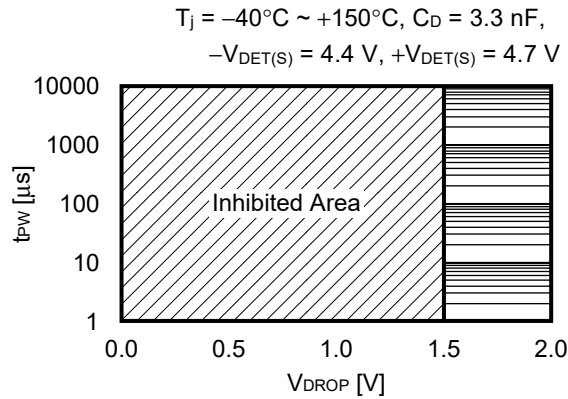

図24
解除遅延時間中、VIN端子電圧が瞬間的に低下したとき、正常な解除遅延時間経過後に解除信号が出力されるパルス幅 (tpw) とVIN下限値 (VDROP) との関係を図24に示します。
- 注意 1. 図24は、正常な解除遅延時間経過後に解除信号が出力される入力電圧条件を示しています。禁止領域となった場合、遅延時間完了前に誤って解除されることがあります。
2. 解除遅延時間中にVIN端子電圧が図24に示した禁止領域となった場合、一度VIN端子に0 Vを入力し、ディテクタを再起動してください。